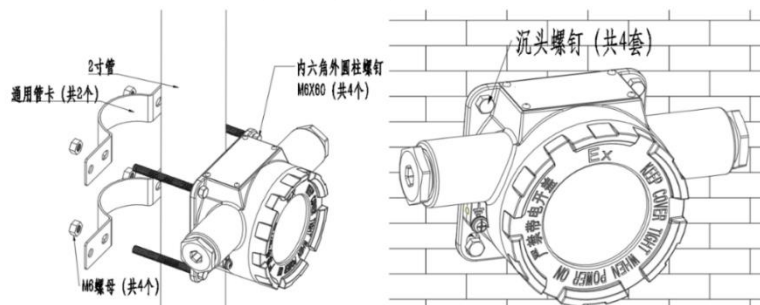

图2 安装方式
- 模块安装时可根据现场工况条件选择抱管或壁挂方式。抱管安装可适应尺寸为0.75~2寸的钢管，壁挂安装时请确保墙面有足够的强度可以支撑并牢固固定模块。注：其他安装要求可参考 GB 50493-2009 《石油化工可燃气体和有毒气体检测报警设计规范》执行。如图2所示。